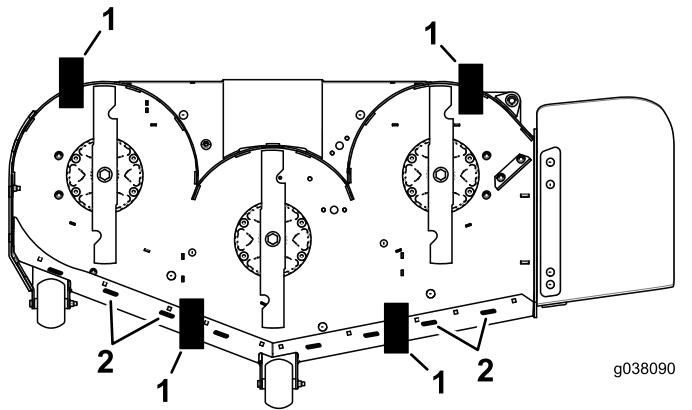

Figura 83
9. Coloque dos bloques (consulte la tabla siguiente) debajo del borde trasero del faldón de la carcasa de corte, uno en cada lado de la carcasa (Figura 83).